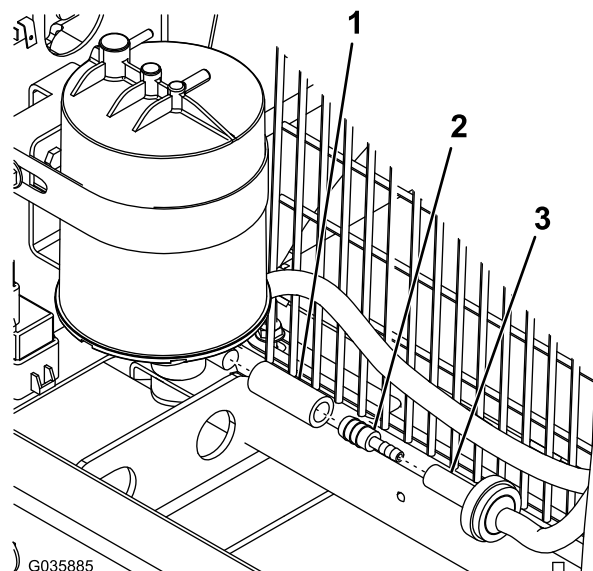

Figure 7
7. Raccordez l'adaptateur et le flexible court au filtre à carburant en ligne, et fixez-le au bas du filtre à charbon actif (**Figure 7**).